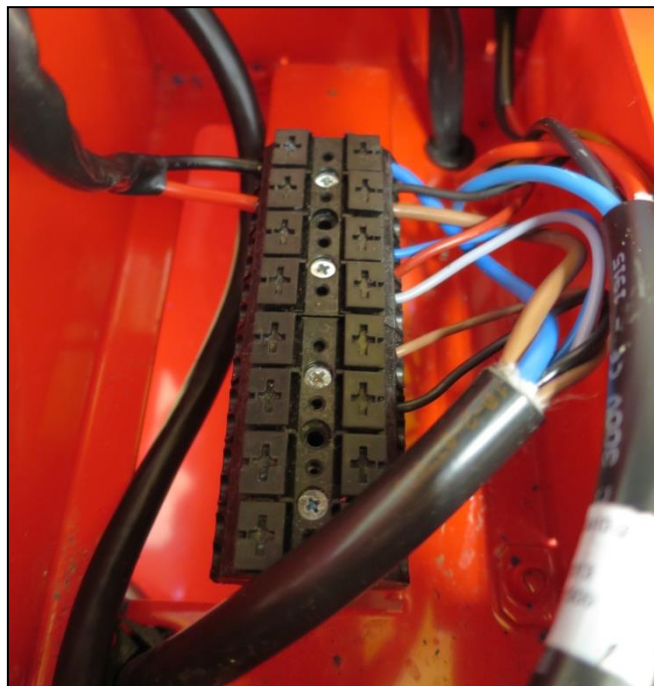

Abb.: 69
- Schließen Sie das an der linken Seite der Klemmleiste (Abb.: 69) angeschlossene Kabel (schwarz, rot), wie auf dem Anschlussplan (siehe S. 23, Abb.: 48) angegeben, ab.